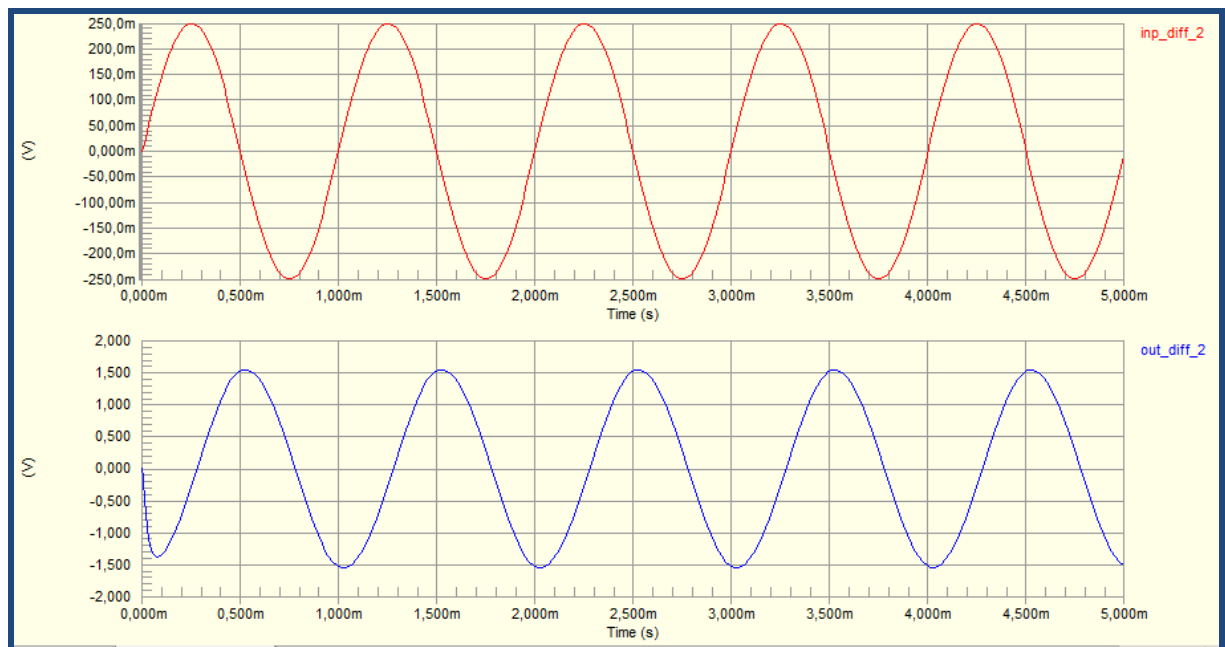

Рисунок 1.28 – Входной и выходной сигналы дифференцирующей схемы.
3. Задайте на входе синусоидальный сигнал заданной частоты амплитудой 0,25 В и убедитесь, что на выходе формируется сигнал, представляющий собой производную входного сигнала той же частоты (см. рисунок 1.28).